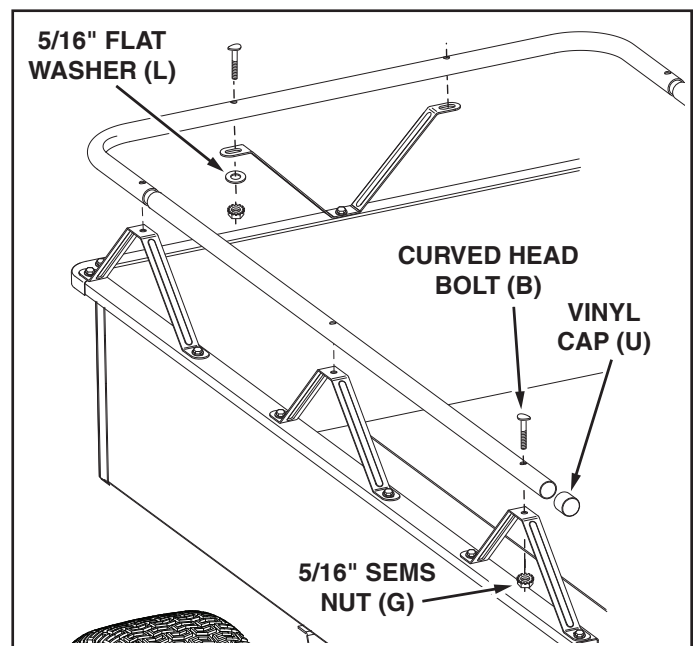

FIGURE 15
- Insert the ends of the side rails into the front rail so that the holes align. See figure 15.
- Assemble the side rails to the rail braces on the sides of the cart using six curved head bolts (B) and 5/16" SEMS nuts (G). **Tighten all** loose nuts and bolts. See figure 15.
- Assemble the front rail to the rail brace on the front of the cart using two curved head bolts (B), 5/16" flat washers (L) and 5/16" SEMS nuts (G). **Tighten all** loose nuts and bolts. See figure 15.
- Assemble two vinyl caps (U) onto the ends of the side rails. See figure 15.
29. Enfoncer les extrémités des rambardes latérales (16) dans la rambarde avant en faisant aligner les trous. Voir la figure 15.
30. Fixer les rambardes latérales sur leurs supports à l'aide de six vis à tête incurvée (B) et d'écrous SEMS de 5/16 po (G). Bloquer tous les boulons non serrés. Voir la figure 15.
31. Fixer la rambarde avant (15) sur son support à l'avant du chariot à l'aide de deux vis à tête incurvée (B), de rondelles plates de 5/16 po (L) et d'écrous SEMS de 5/16 po (G). Bloquer tous les boulons non serrés. Voir la figure 15.
32. Monter les deux embouts en vinyle (U) aux extrémités des rambardes latérales. Voir la figure 15.